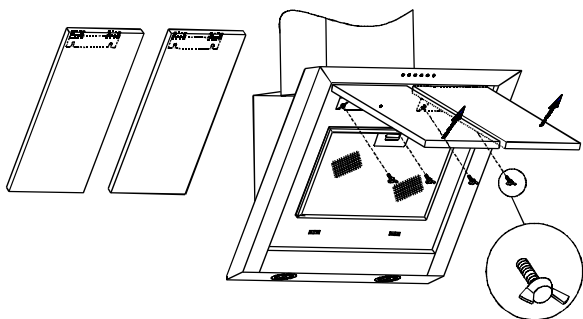

РИС. 8-1
- перед установкой зонта снимите откидные панели и алюминиевые фильтры (рис.8-1, 8-2).